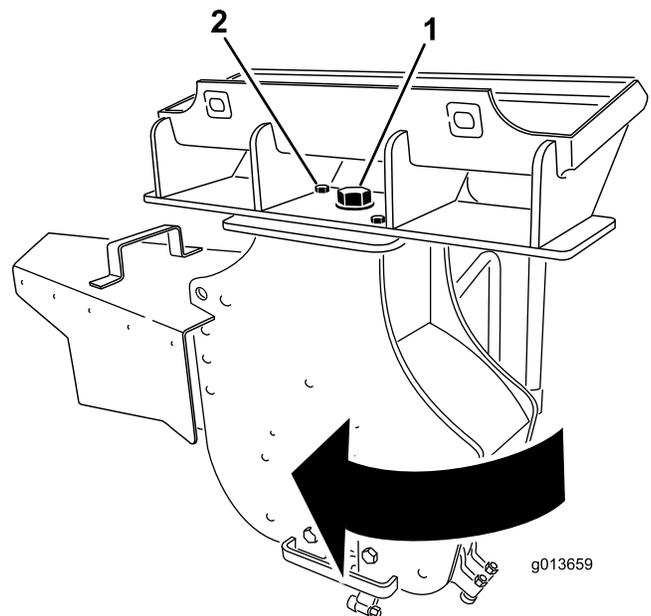

Bild 13
3. Lockern Sie die große Schraube an der Oberseite der Fräse (Bild 13).
4. Entfernen Sie die vordere Schraube und Mutter, die die Fräse befestigen (Bild 13).
5. Drehen Sie die Fräse um 30 Grad nach rechts (Bild 13).
6. Ziehen Sie die große Schraube oben an der Fräse mit 406 N·m an, wie in Bild 13 abgebildet.
7. Setzen Sie die Schraube und die Mutter in das vordere Loch ein und ziehen sie mit 101 N·m an, wie in Bild 13 abgebildet.
13. Lockern Sie die große Schraube an der Oberseite der Fräse (Bild 13).
14. Entfernen Sie die vordere Schraube und Mutter, die die Fräse befestigen (Bild 13).
15. Drehen Sie die Fräse um 30 Grad nach links (Bild 13).
16. Ziehen Sie die große Schraube oben an der Fräse mit 406 N·m an, wie in Bild 13 abgebildet.
17. Setzen Sie die Schraube und die Mutter in das vordere Loch ein und ziehen sie mit 101 N·m an, wie in Bild 13 abgebildet.